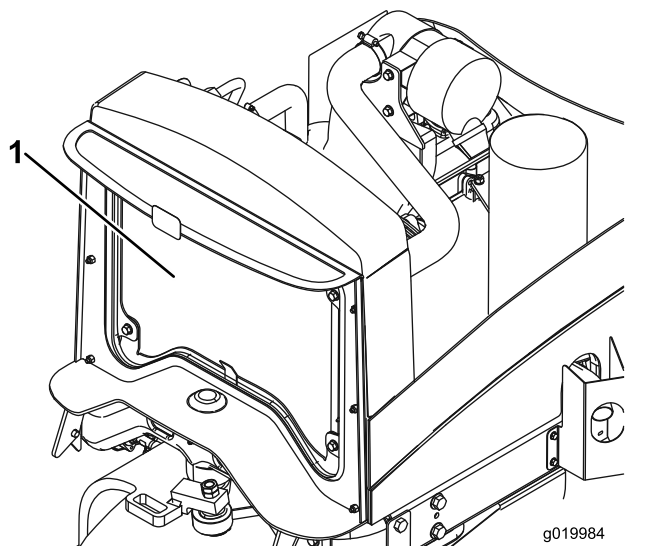

图 60
2. 用压缩空气彻底清洁散热器/油冷却器两侧 (图 60)。